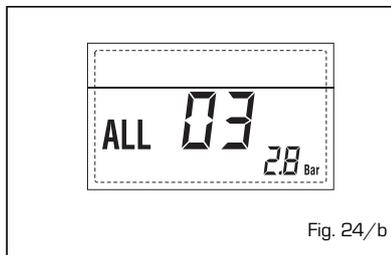

Fig. 24/b
- **ANOMALIA Sonda RISCALDAMENTO "ALL 05"** (fig. 24/d)